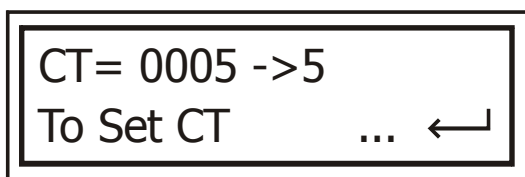

Рис. 10
5. Нажмите ←. На дисплее отобразится экран задания коэффициентов трансформации (рис. 10):